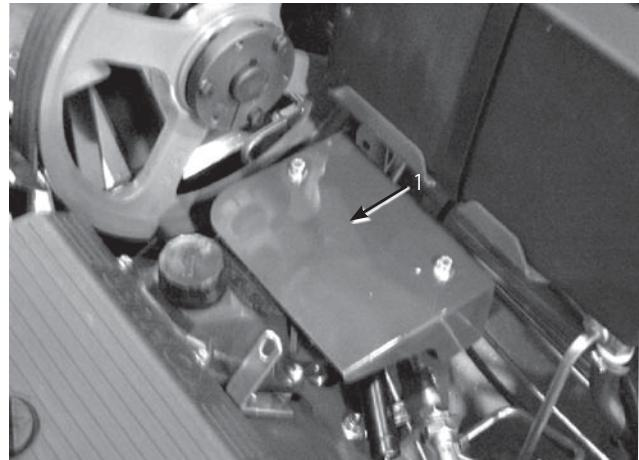

図57
2. ポンプ・シールドの取り付けナット (2 個) を取り、シールドを外す (図57)。
2. ポンプ・シールドの取り付けナット（2 個）を取り、シールドを取り外す（図57）。